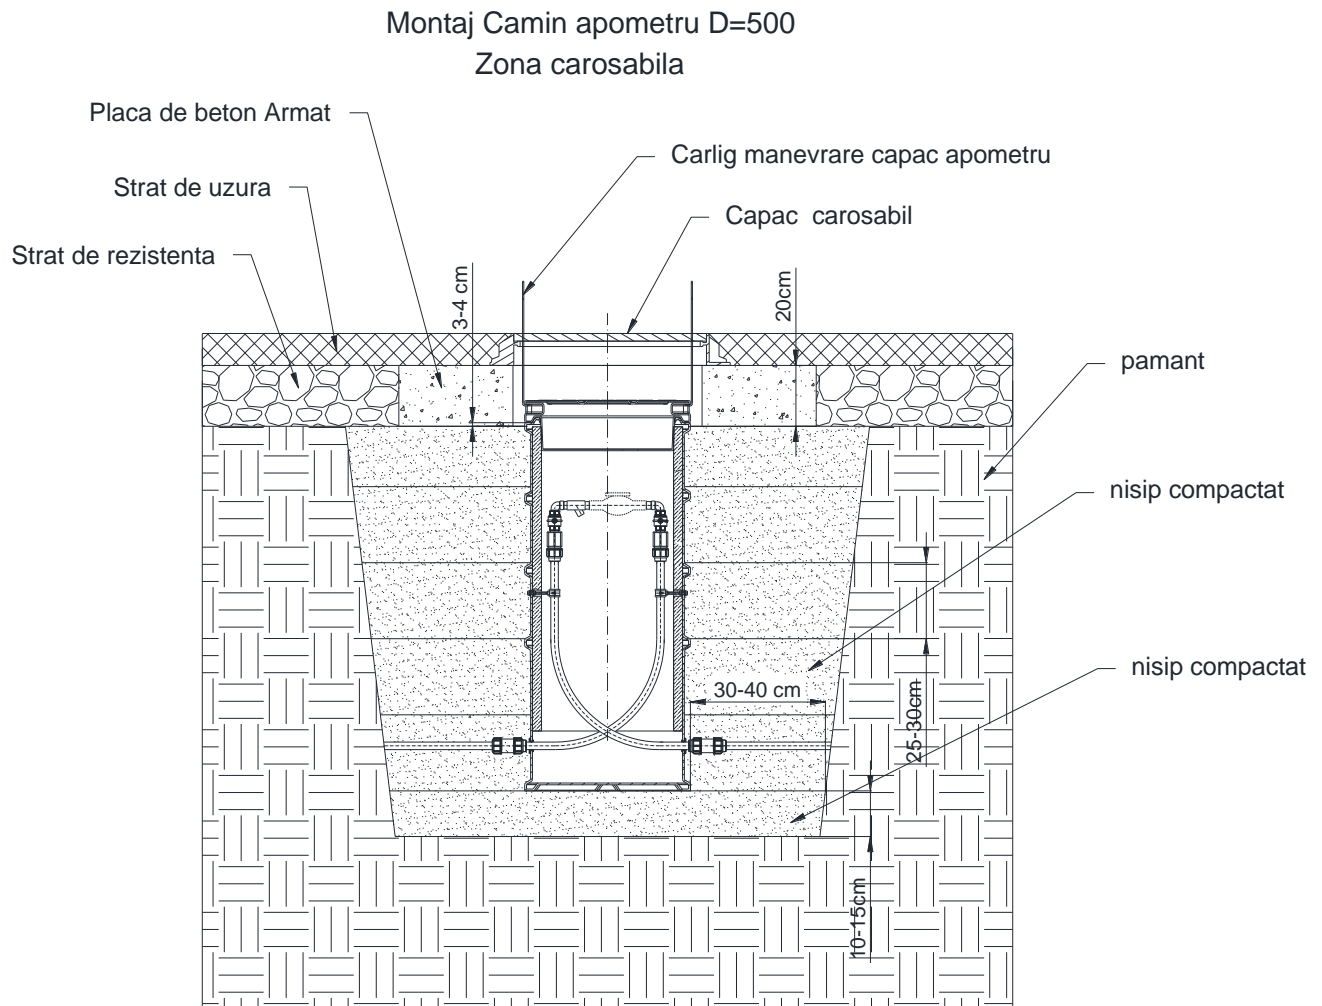

Fig.2
3.6. Pentru montajul caminului apometru D 500 in zona carosabila se procedeaza ca si in fig.2.